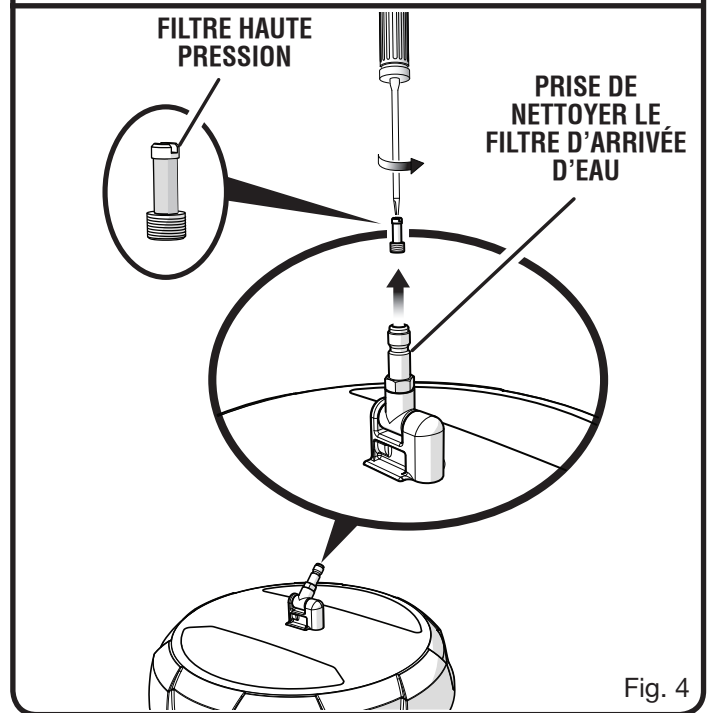

Fig. 4
- Placer un tournevis à tête plate dans la fente du filtre haute pression à l'intérieur du connecteur du plateau de nettoyage, montré à la Fig. 4, et tourner dans le sens antihoraire. Le filtre sera ainsi dévissé et pourra être retiré.